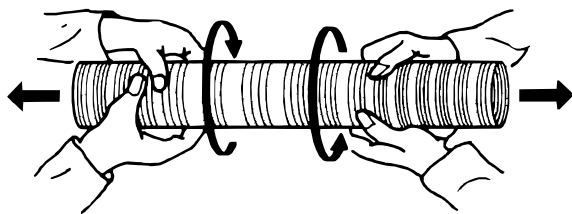

Fig. 5.6.1.1
Tenere il tubo flessibile Ø 140 alle due estremità e tirare per allungare il tubo fino a circa 150 cm. Accompagnare la trazione con un movimento rotatorio delle due estremità l'una in senso opposto all'altra (Fig. 5.6.1.1). Tagliare il tubo con un coltello o una forbice alla lunghezza desiderata.
5.6.2 Collegamento del ventilatore (Fig. 5.6.1)
Hold the diameter 140 flexible pipe at each end and pull on it so as to lengthen the pipe to about 150 cm. Turn the two ends in opposite directions while pulling (Fig. 5.6.1.1). Cut the pipe with a knife or scissors to the desired length.
5.6.2 Connection to fan (Fig. 5.6.1)